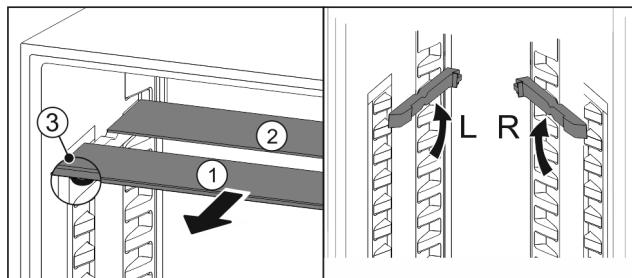

Fig. 81
- ▶ Издърпайте Fig. 81 (1) поотделно стъклените площи напред.
- ▷ Стъклената плоча Fig. 81 (1) с декоративната лайстна е отпред.
- ▷ Ограничителите Fig. 81 (3) сочат надолу.